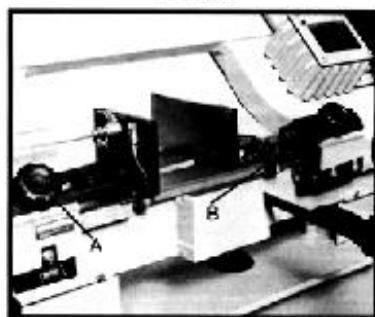

Fig.6
2. Ослабьте ручку (рис. 6) и болт (В) направляющих лезвия и опустите его максимально близко к материалу, но не допуская соприкосновения.
3. Затянуть ручку (A) и болт (В) и подключить аппарат к источнику питания